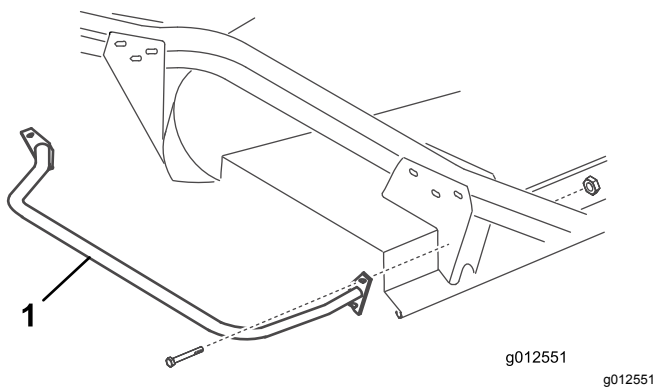

図 23
2. バンパーの前取り付けプレートの上穴を、キャストアームブラケットに固定するボルト5/16-18 x 3"とロックナットを使用する 図 23。